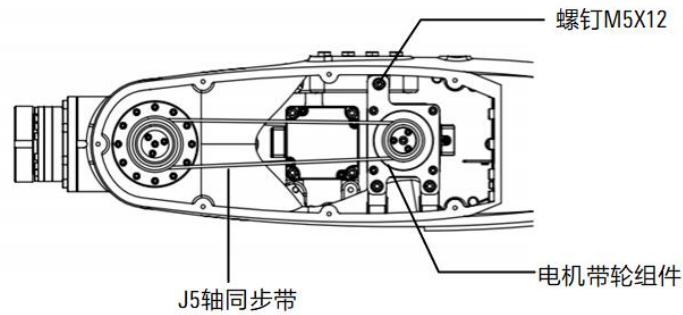

图 12-10 拆卸 J5 轴同步带
- 步骤4. 拆卸电机座 3 颗 M5 螺钉，如图 12-10 所示。